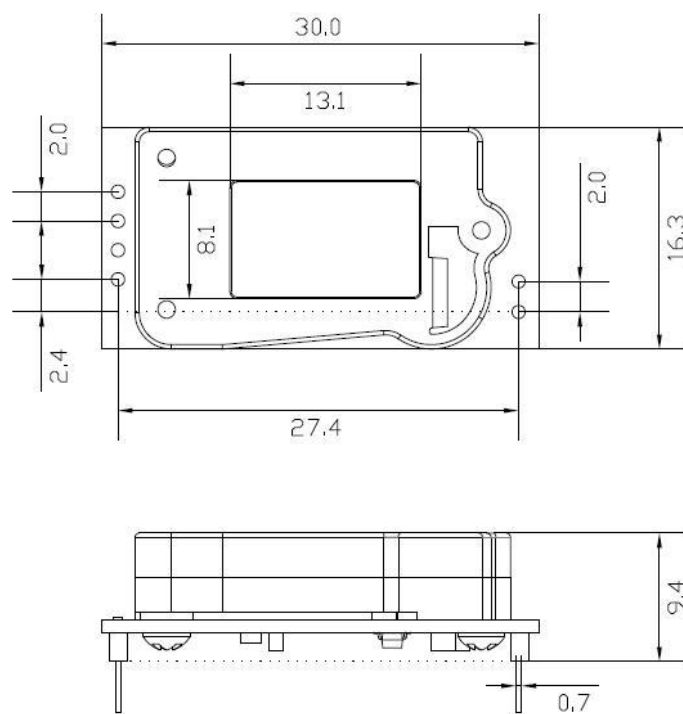

图4.ACD10尺寸图（单位：mm；未标注公差±0.5mm）
- (1) 用户切勿拆解传感器，以防出现不可逆破坏。
- (2) 手动校准时，传感器须在稳定的已知 CO₂ 浓度的气体环境中连续工作 20 分钟以上。
- (3) 手动校准模式下，建议校准周期不大于 6 个月。
- (4) 设备进风口和出风口开孔尺寸应不小于传感器进风口（如图 4 中 13.1mm×8.1mm 的窗口所示）开孔尺寸。
- (5) 传感器应远离热源，并避免阳光直射或其他热辐射。
- (6) 请勿在粉尘密度大的环境长期使用传感器。
- (7) 禁止对传感器使用波峰焊。使用烙铁焊接时，温度应设置在 350℃以下，焊接时间须小于 3s。
- (8) 建议客户采用焊接插座的方式安装传感器以便维护。
- (9) 出厂传感器的数据已经过检测且数据一致性良好，请勿以第三方检测仪器或数据作为对比标准。如用户希望测量数据与第三方检测设备一致，可根据实际测量结果进行数据校准。
- (10) 已对传感器 PCB 采取防潮处理，涂胶采用有机硅灌密封胶或者丙烯酸三防漆，厚度不低于 0.15mm，使用过程中请注意保护涂层。